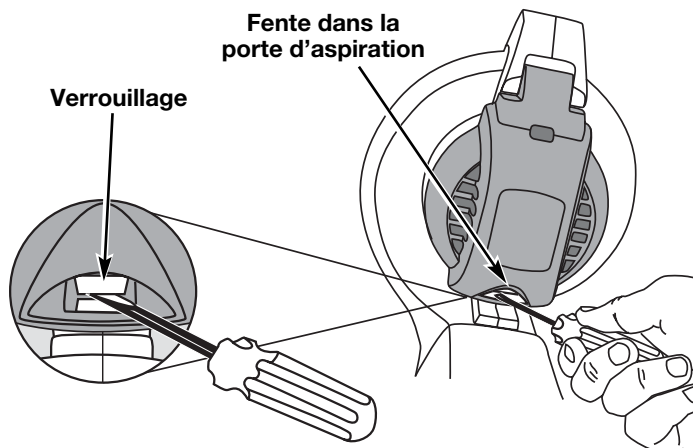

Fig. 3
4. Insérez un tournevis plat dans la fente à l'extrémité inférieure de la porte de l'aspirateur. Touchez le verrouillage de la porte d'aspiration et poussez vers l'intérieur et vers le haut (Fig. 3). Tirez alors sur la porte d'aspiration et maintenez-la ouverte.